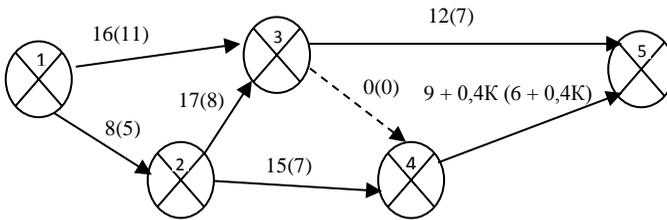

Рис. 3.26. Сетевой график выполнения комплекса работ
1. Комплекс работ представлен сетевым графиком (рис. 3.26).